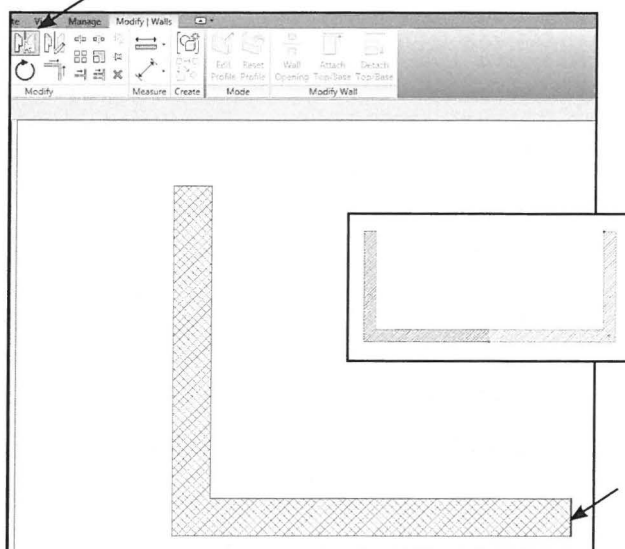

Fig. 06.21. *Mirror Pick Axis*. Spejlvending, med en akse der kan vælges.
- Klik på *Modify - Mirror Pick Axis* (Fig. 06.21).
- Klik *Modify - Mirror Draw Axis* (Fig. 06.21).